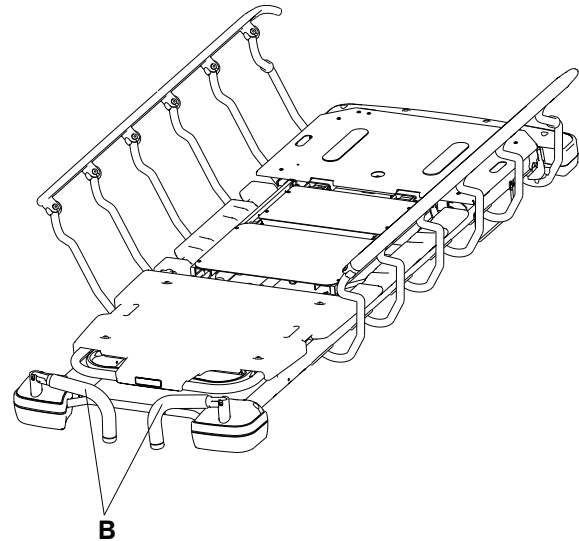

Figura 12 – Armazenamento das pegas de empurrar da extremidade do lado da cabeça
- Inverta a ordem dos passos para guardar as pegas de empurrar da extremidade do lado da cabeça (B) (Figura 12).